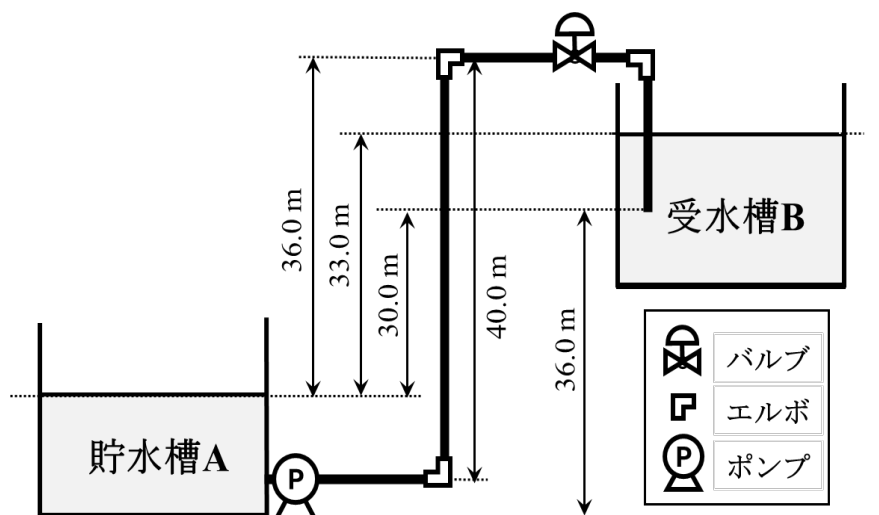

図 1
図 1 に示すように、水（密度 ρ 、粘度 μ ）をポンプで昇圧し、貯水槽 A から受水槽 B へ内径 D の直管を通して体積流量 Q で輸送している。貯水槽 A と受水槽 B、配管、ポンプ、バルブ等の各装置の高さ方向の配置は図に示すとおりで、直管、エルボ（継手）、ポンプ、バルブ内は常に水が満たされている。また、貯水槽 A と受水槽 B の水面に働く圧力は同一で、水の輸送による水面高さの変化は無視できるものとする。
- 4) 図 1 の管路の摩擦損失の総和 F_{total} [$\text{J} \cdot \text{kg}^{-1}$] は、直管部の摩擦損失 F_1 、エルボ（継手）3 個の摩擦損失 F_2 、バルブの摩擦損失 F_3 の和で求められる。各摩擦損失は、管長 L 、または相当長さ L_e を用いて Fanning の式
5) 図 1 において，輸送に必要な仕事 W_0 の位置エネルギー差 $g\Delta Z_{AB}$ における高さ ΔZ_{AB} は m であり，問 4) の結果を合わせると，輸送に必要なポンプ仕事 W_0 は [J·kg⁻¹] となる．